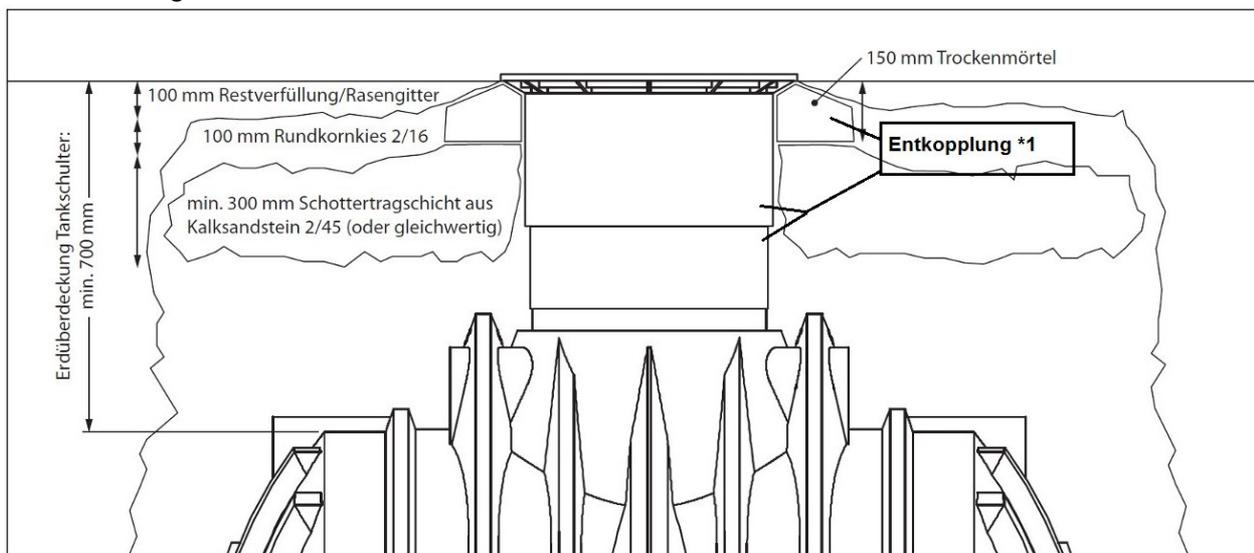

Abbildung 5: Bauseitige Herstellung eines befahrbaren Überbaus mit Teleskopdom oder Teleskopsegmentes
- Ergänzend zur Schottertragschicht wird **unterhalb des Rahmens des Teleskopdoms** eine ca. 150 mm hohe Unterfütterung aus Trockenmörtel (Fertigmischung aus dem Baumarkt) aufgebracht. Diese Schicht muss umlaufend min. 200 mm breit sein und ist direkt am Teleskopdom auszuführen. **Entkopplung *1 Abbildung5**
In ==> Abbildung 5 sind die verschiedenen Schichten am Beispiel eines Premium 4000 L Erdtanks dargestellt.